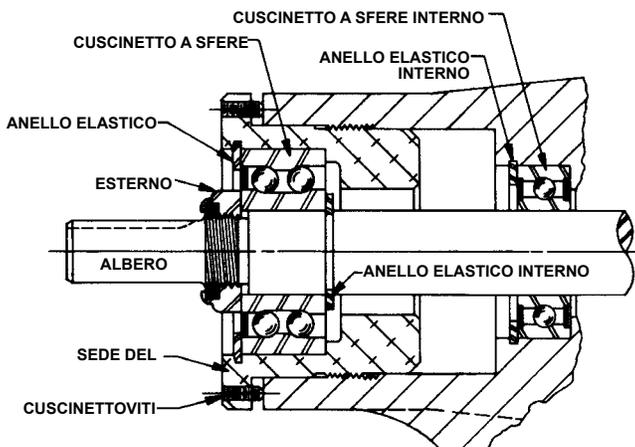

FIGURA 9
6. Rimuovere il controdado dall'albero. Vedere Figura 9 o 10. Inserire una barra di ottone o un pezzo di legno duro nell'apertura della bocca e tra i denti del rotore per evitare la rotazione dell'albero.
7. Allentare le due viti d'arresto della sede del cuscinetto e girare in senso antiorario l'alloggiamento del reggispira e rimuoverlo dalla camicia. Vedere Figura 9 o 10.
8. Per pompe di grandezza GG, HJ e HL rimuovere l'anello elastico dall'albero. Vedere Figura 9.
12. Rimuovere l'anello elastico interno e il cuscinetto a sfera singola dalla camicia. **Vedere figura 9.** Le pompe di grandezza AS, AK e AL non hanno l'anello elastico.
15. Smontare l'assemblaggio del reggispinta. Rimuovere l'anello elastico esterno dalla sede del cuscinetto per le pompe di dimensione GG, HJ e HL ed estrarre il cuscinetto a sfere. **Vedere figura 9.**
16. Ingrassare il cuscinetto a doppia sfera con un grasso polivalente, NLGI #2 e premere nell'alloggiamento con il lato della protezione rivolto verso la parte terminale dell'accoppiamento dell'albero. **Vedere figura 9.** (Le pompe di grandezza AS, AK e AL non usano un cuscinetto schermato). Per pompe di grandezza GG, HJ e HL installare l'anello elastico per tenere in sede il cuscinetto.